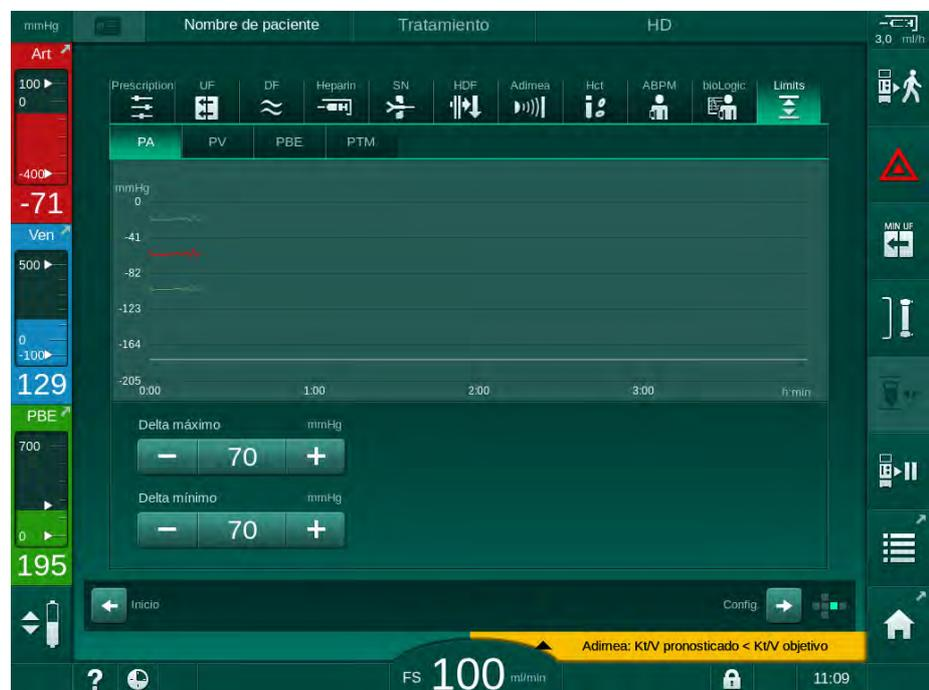
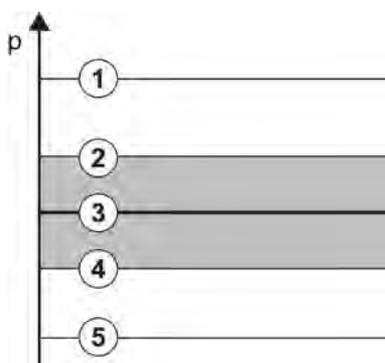

Fig. 5-20 Ejemplo de límites de presión en la pantalla *Entrada*
Fig. 5-21 Límites de presión
Las presiones se monitorizan por ventanas de límites (área gris en Fig. 5-21) definidas por la distancia respectiva entre el valor real ③ y los límites inferior ④ y superior ② (valores delta Mín./Máx.). La suma de las dos distancias proporciona la amplitud de la ventana de límites; es decir, en el ejemplo en Fig. 5-20: 70 + 70 = 140 (mmHg).